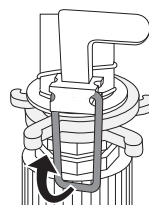

Fig. 8
- ♦ Klap metal-klipsen ❺ op, så sprinklerenheden ❸ drejer 360° (se fig. 8).